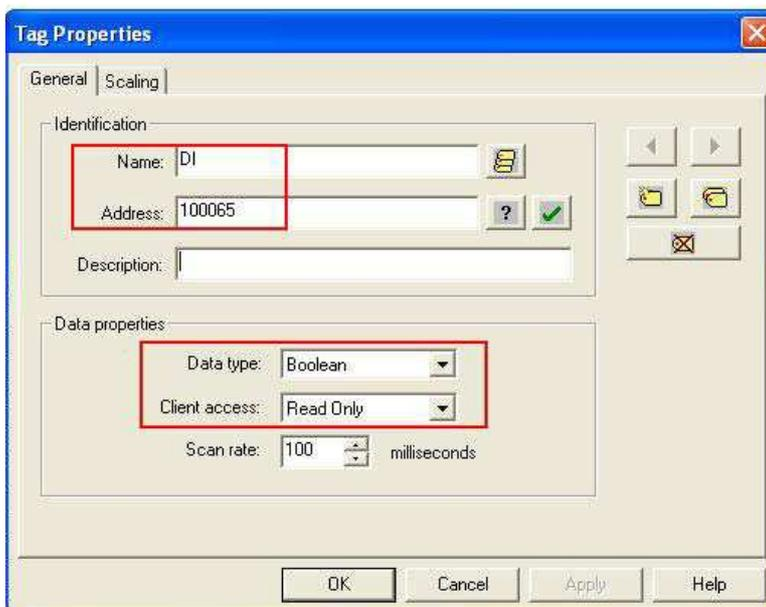

Рис.11
2.9 Определите тег DI (Рис.11) и нажмите **Apply**, чтобы сохранить параметры каналов.